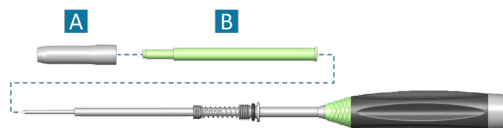

Abbildung 39
- Demontage: Drehen Sie die äußere Hülse (A) der geführten Ahle gegen den Uhrzeigersinn, bis sie vom Griff entfernt werden kann. Schieben Sie das äußere Gehäuse (B – hellgrüne Hülse) vom vormontierten Schaft (Abbildung 39).
- Wiedermontage: Schieben Sie das äußere Gehäuse mit der Bezeichnung "Guided Awl" (B – hellgrüne Hülse) über den vormontierten Schaft, bis sie den Anschlag erreicht. Wiederholen Sie den Vorgang für die äußere Hülse (A) und drehen Sie sie im Uhrzeigersinn, bis sie fest sitzt und der Griff zusammengesetzt ist.